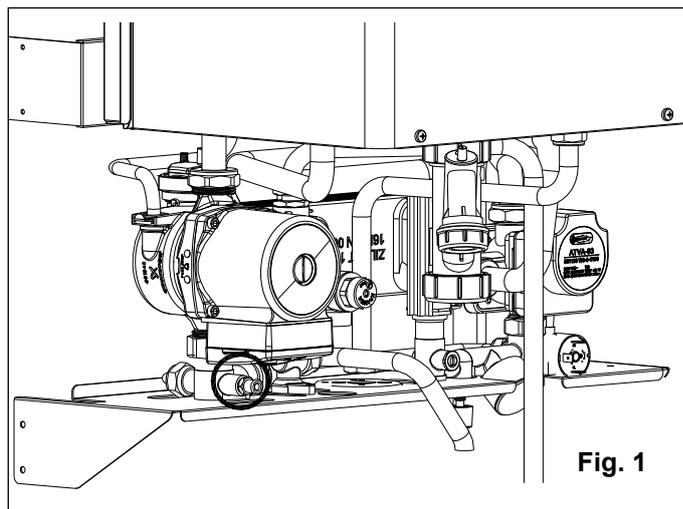

Fig. 1
- **nel caso debba essere svuotata solamente la caldaia, chiudere i rubinetti di sezionamento andata/ritorno del circuito riscaldamento e aprire solo il rubinetto di scarico della caldaia (fig. 1);**